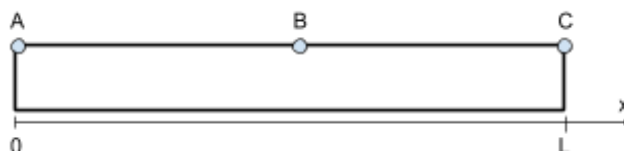

Figura 2
- Per ognuno dei punti in figura 2 (A, C alle estremità del tubo, B al centro) stabilire se la temperatura del tubo in quel punto aumenterà, diminuirà o rimarrà la stessa dopo un lungo tempo.